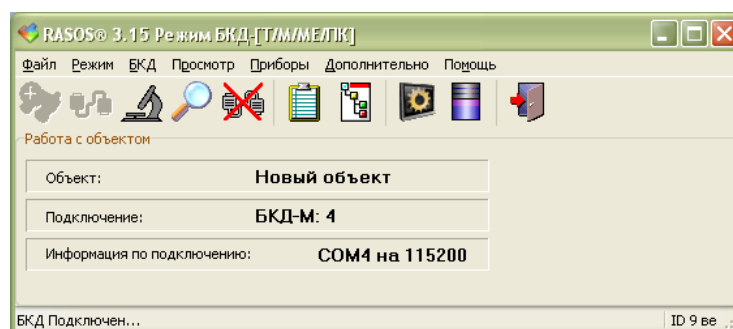

Рисунок 9 - БКД-М (USB-433) подключен
4) Выбрать команду «Поиск устройств» (рисунок 9)